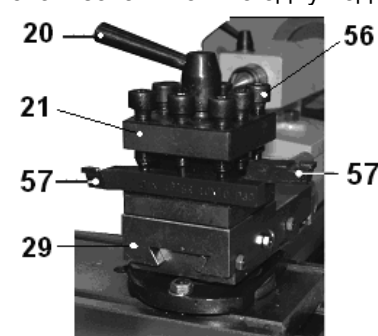

Рис. 13
10.1.9. Для ускорения и удобства работы можно установить в резцедержателе (21) параллельно, но направленные в противоположные стороны головками, два резца (57), Рис. 13, при условии, что оба резца (57) в резцедержателе (21) закрепляются тремя болтами (56), Рис. 11-13.